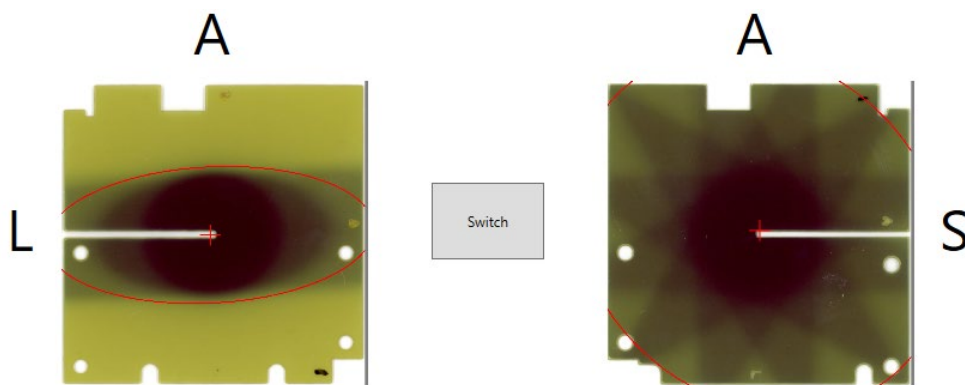

図7-6 画像読み込み後のフィルムの初期方向
- 必要な画像をクリックして選択し、**Open** をクリックします（図7-6 を参照）。